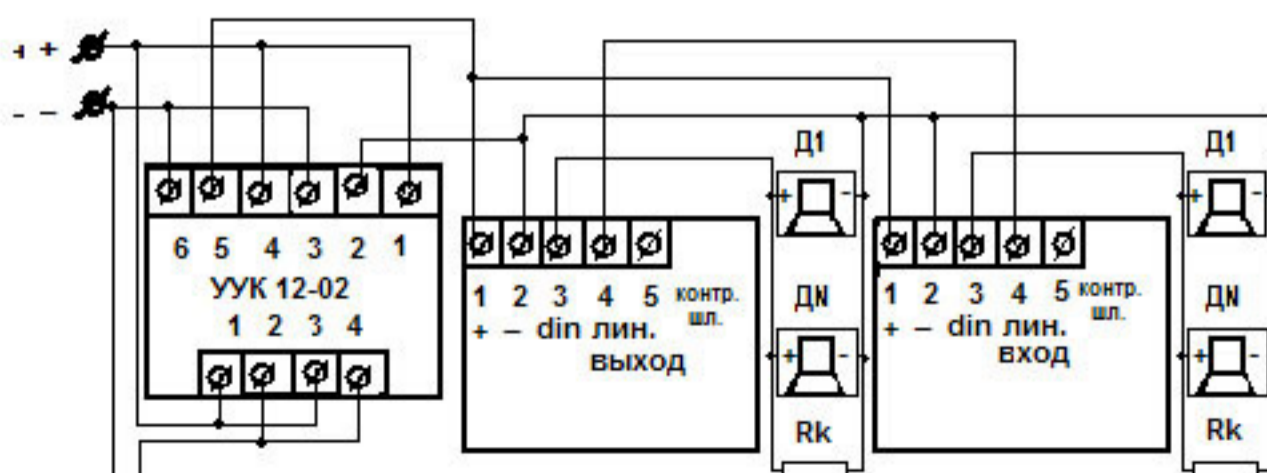

Рис. 2. Схема подключения ОПР и УПРО к прибору ПС (автоматический режим). Для ручного оповещения ставится выключатель к клеммам 6 и 2- УУК 12-02
3. Подключите провода к клеммнику как показано на рис. 1, рис. 2,